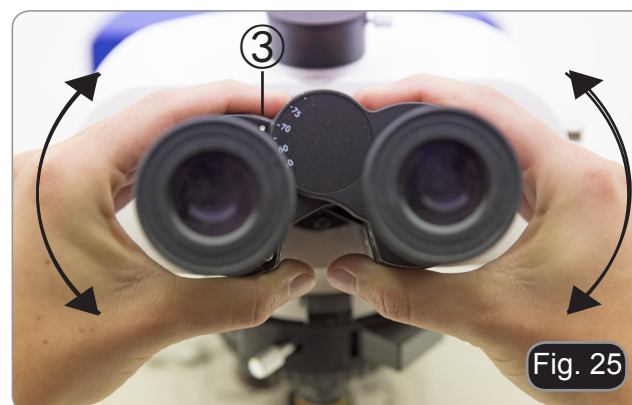

Fig. 25
- **La scala graduata sull'indicatore della distanza interpupillare ③, indicata dal puntino "." sul portaoculare, mostra la distanza interpupillare dell'operatore. (Fig. 25)**
Abbassare i paraocchi in gomma con entrambe le mani. La presenza dei paraocchi abbassati evita di graffiare le lenti degli occhiali. (Fig. 25)